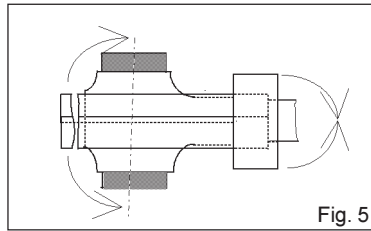
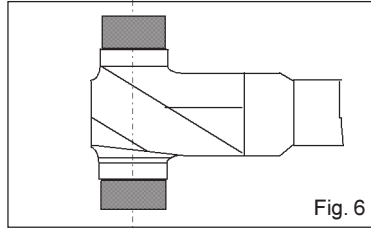

Fig. 5
Fig. 6
Vom Isolierband zwei Streifen von je 8 cm und einen Streifen von 5 cm schneiden. Das Isolierband ist während des Aufbringens um ca. 50% zu dehnen. Die zwei 8 cm Streifen, parallel überlappend, um Kabel und Erdungsableitung auf die Dichtungsmasse aufbringen. Mit dem 5 cm Streifen die Kante der Dichtungsmasse rund um die Erdungsableitung überlappend abdecken, Fig. 5. Den noch nicht abgedeckten Teil der Dichtungsmasse mit dem noch verbliebenen Rest des Isolierbandes stramm abwickeln, dabei am Kabel die Dichtungsmasse mit mindestens einer halben Isolierbandbreite überlappen, Fig. 6.
Cut from the self bonding tape (4) two strips of each 8 cm and one strip of 5 cm. Stretch the tape 50% as you wrap. Wrap the two 8 cm strips in a parallel overlapping fashion over the compound on cable and earthing outlet, Fig. 5. Wrap now the 5 cm strip overlapping onto the compound edge, around the earthing outlet Fig. 5.
Wrap tight the remaining tape over the uncovered part of the compound and make sure that the tape overlaps the compound on the cable at least by a half tape width, Fig. 6.